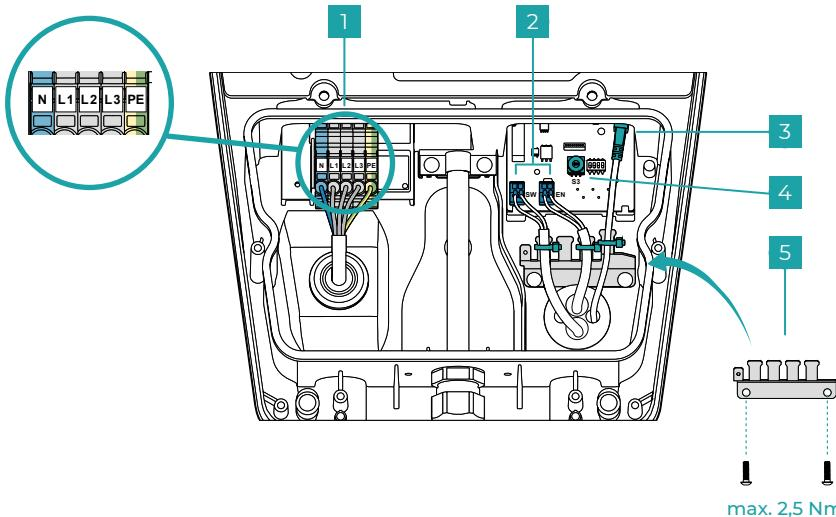

Abb. 6
- Bereiten Sie die Netzanschlussleitung entsprechend vor ($\varnothing 10 - 20 \text{ mm} // \text{max. } 5*6 \text{ mm}^2$) und verbinden Sie diese wie unter **Abb. 6 - Nr. 1** dargestellt. In der Darstellung wird der Netzanschluss über drei Phasen dargestellt. Um das Ladesystem über eine Phase am Netz anzuschließen, nutzen Sie N, L1 und PE.
- Konfigurieren Sie den maximalen Ladestrom von 6 A bis 16 A mithilfe des Drehschalters S3, wie unter **Abb. 6 - Nr. 4** dargestellt.
- Optional: Bereiten Sie die Datenleitungen (Digital-In (EN) / Out (SW) und LAN) vor und verbinden Sie diese wie unter **Abb. 6 - Nr. 2 & 3** dargestellt. Für das Verbinden einer externen Sperreinrichtung über Digital-IN entfernen Sie vorab die Kabelbrücke.
Bringen Sie wie unter **Abb. 6 - Nr. 5** die Zugentlastung an und fixieren Sie die Datenleitungen mit Kabelbindern. Montieren Sie wie in **Abb. 7** dargestellt die untere Abdeckung des Ladesystems.